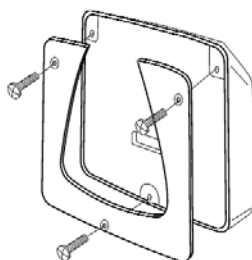

Fig. 1
1. Con le tre viti M4 fornite a corredo fissare la piastra di appoggio al dorso dello strumento. (Fig. 1.)